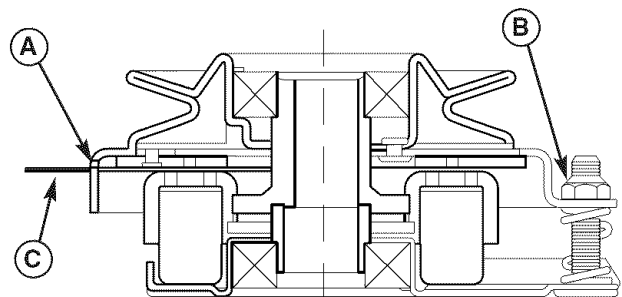

Figura 23. Ajustar Embrague del PTO
3. Inserte una lámina calibradora (C) de .012"-.015" (2.5-4mm) por cada ventana, colocando el calibrador entre la cara del rotor y la cara del armazón como se muestra en la Figura 23.